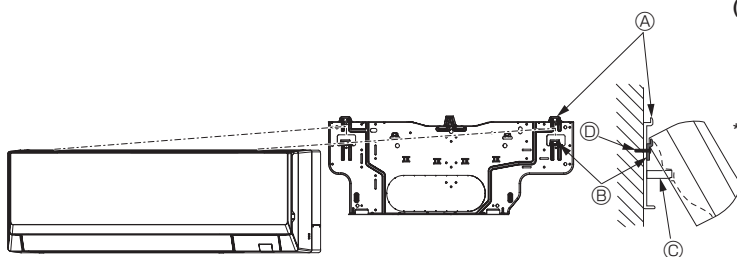

Fig. 3-12
- Si l'appareil intérieur ne peut être suspendu et soulevé à l'aide du crochet classique (la dimension de 2.1. Ⓢ (espacement entre le plafond et l'appareil) est de 75 mm, 2-15/16 in. ou moins), suspendez l'appareil sur le crochet inférieur du tuyau gauche. (Fig. 3-12)
(Fig. 3-12)